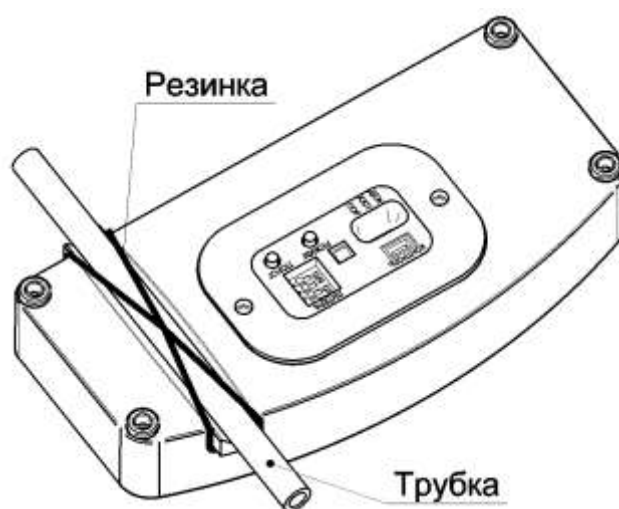

Рисунок 2.9
*Примечание – Для удобства юстировки вложите в треугольный вырез трубку например, от одноразовой шариковой ручки и закрепите её, используя резиновое кольцо и выступы крышки (см. рисунок 2.9).*